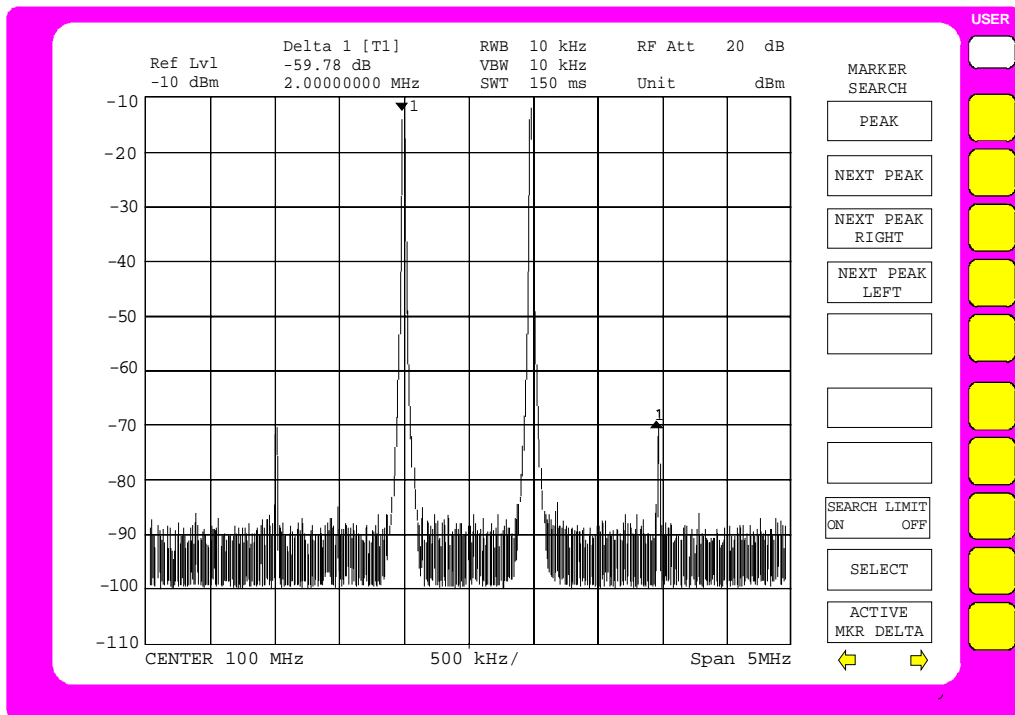

Bild 2-13 Meßdiagramm bei klirrfreiem Betrieb
Der FSE zeigt das Meßdiagramm in Bild 2-13
Ändert sich die Amplitude der IM-Produkte nicht, so ist die bestehende Einstellung bereits ausreichend (siehe Bild 2-13)
- Mit dem Drehknopf den Marker auf ein Intermodulationsprodukt stellen (siehe Bild 2-13).
- Den Softkey *NEXT PEAK* drücken, bis der Delta-marker auf einem der IM-Produkte erscheint (siehe Bild 2-13).
8. *IP3* aus dem gemessenen Abstand und dem Signalpegel nach (4) berechnen